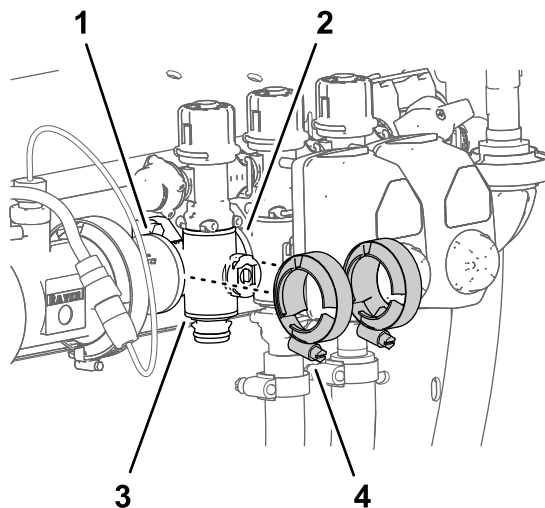

Bild 129
4. Befestigen Sie die Flanschklemmen, die Sie in Entfernen des Abschnittverteilterventils \(Seite 89\) entfernt haben, lose an den Flanschen des Abschnittventilverteilers und an den Flanschen der anderen Abschnittventile und/oder am Kupplungsadapter (Bild 129).
7. Ziehen Sie die zwei Flanschklemmen mit der Hand an (Bild 129).